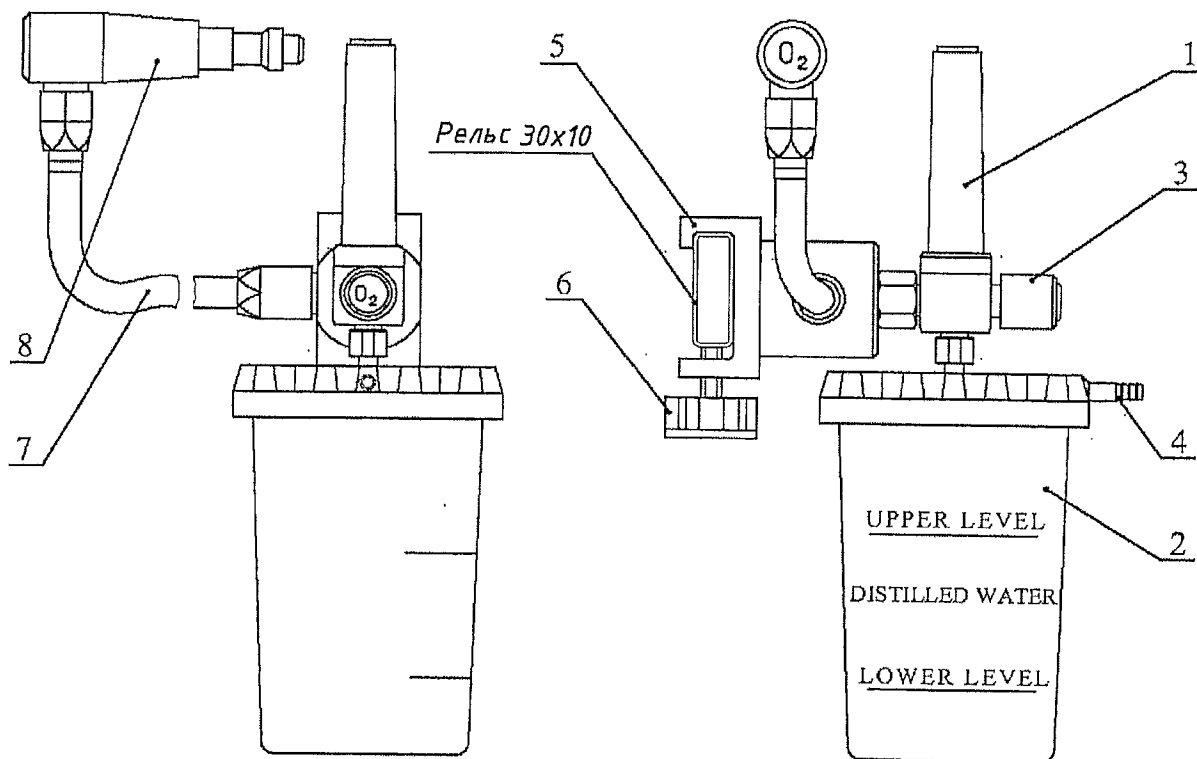

Рисунок 1. Общий вид расходомера-увлажнителя РУК-1Д
2.4.1 Расходомер-увлажнитель РУК-1 (рисунок 1) состоит из расходомера (флоуметра) (позиция 1) и емкости для увлажнения кислорода (позиция 2).